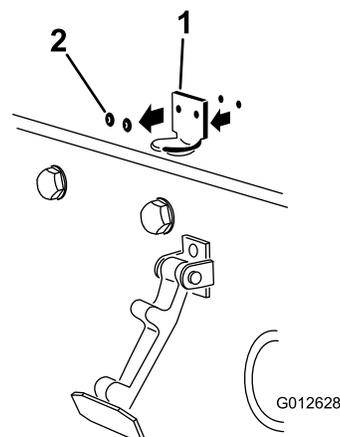

Рисунок 4
2. Удалите две заклепки, крепящие кронштейн защелки капота к капоту (Рисунок 4).